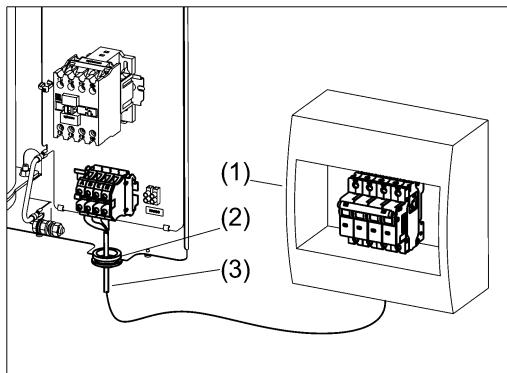

Рисунок 8. Подключение котла к электросети
(1) Выполните монтаж автоматического выключателя QF в непосредственной близости от котла и доступным для визуального обзора месте (см. рис. 8);